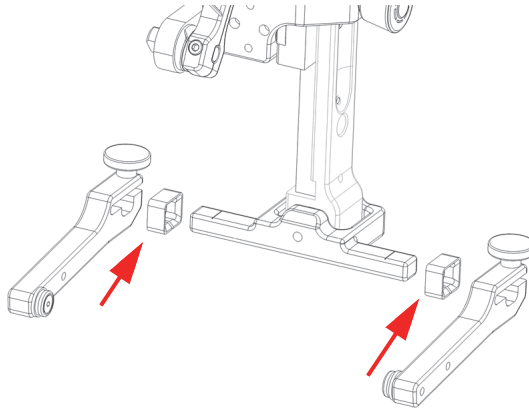

Figura 2-15 Extracción de brazos de horquilla e instalación de espaciador
2. Introduzca un espaciador a cada lado de la viga pivotante de horquilla (ver Figura 2-15 en la página 52).